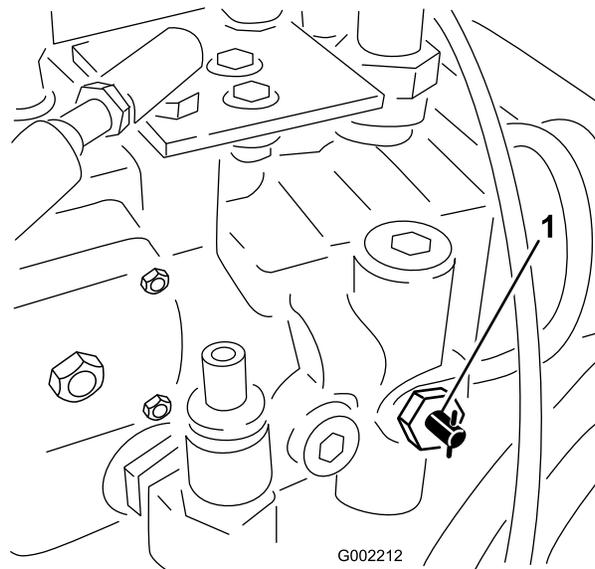

Figura 29
1. Gire la válvula de remolcado (Figura 29) 90° en cualquier sentido para abrirla.